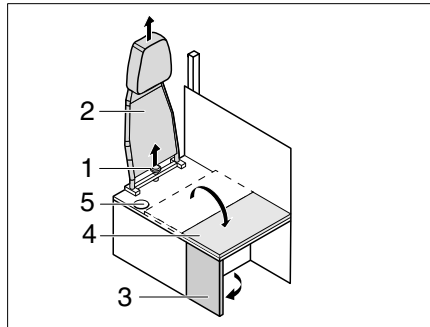

Fig. 210 Transformation conduite-habitation
- Dévisser la vis en étoile (Fig. 210,1) et retirer le dossier (Fig. 210,2) vers le haut.
- Déployer la paroi latérale (Fig. 210,3).
- Rabattre la rallonge de banquette (Fig. 210,4) sur la paroi latérale.
- ▷ Pour la transformation du mode habitation au mode conduite, répéter ces étapes dans l'ordre inverse. Veiller à ce que la ceinture de sécurité passe par l'ouverture (Fig. 210,5).